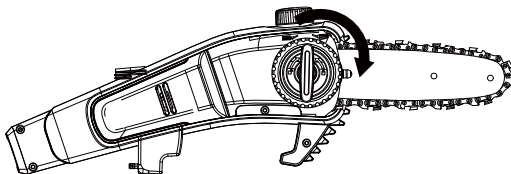

Abb. 9
5. Bringen Sie die Kettenabdeckung an und ziehen Sie die Kettenabdeckung fest, indem Sie den Feststellknopf der Kettenabdeckung im Uhrzeigersinn drehen, bis sie fest sitzt. (Abb. 9)